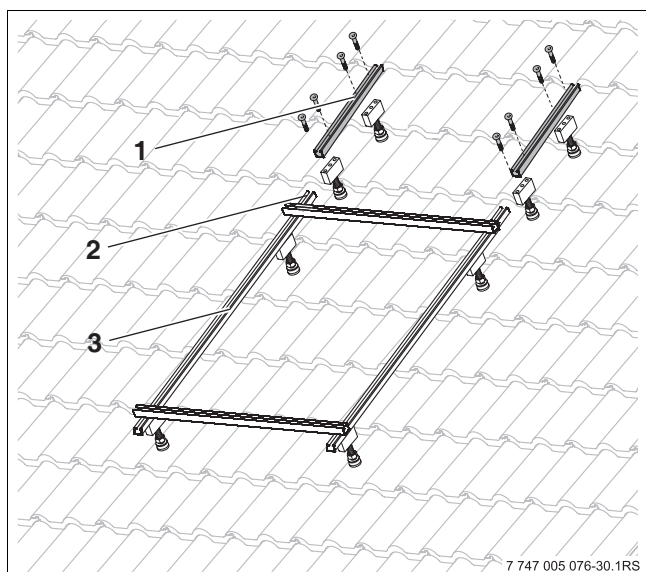

Fig. 42 Fijar el perfil del acumulador al perfil de cubierta plana/tejado inclinado
- Encajar el perfil del captador (Fig. 42, (1)) en el conector TSS (2) y atornillarlo con tornillos M8x20 y tuercas M8.
- Fijar los perfiles del acumulador (Fig. 42, (1)) en el caballete de soporte con dos tornillos cada uno.